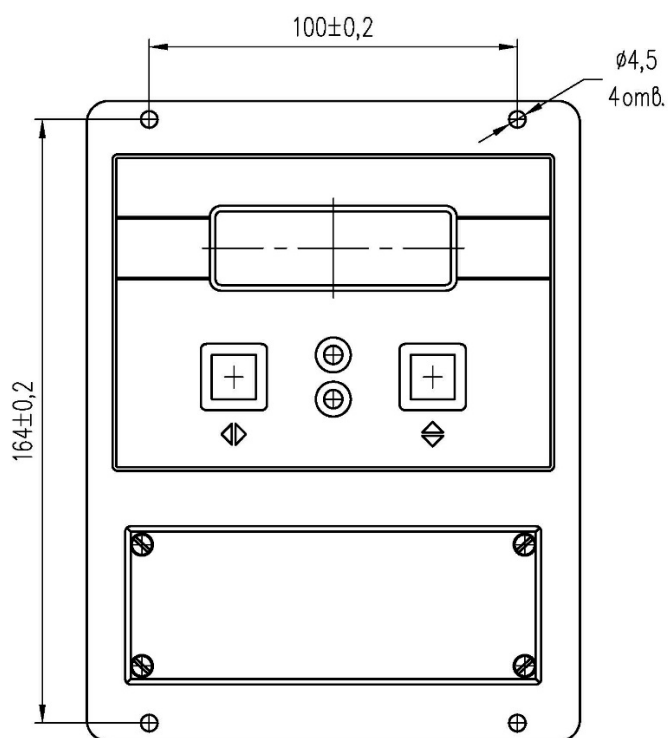

Рис. 8. Размеры крепёжных отверстий БОИ-3.
2.2.7.1 Произведите монтаж блока в доступном для оператора месте используя крепёжные отверстия на корпусе БОИ. Размеры указаны на рис. 8 и 9.